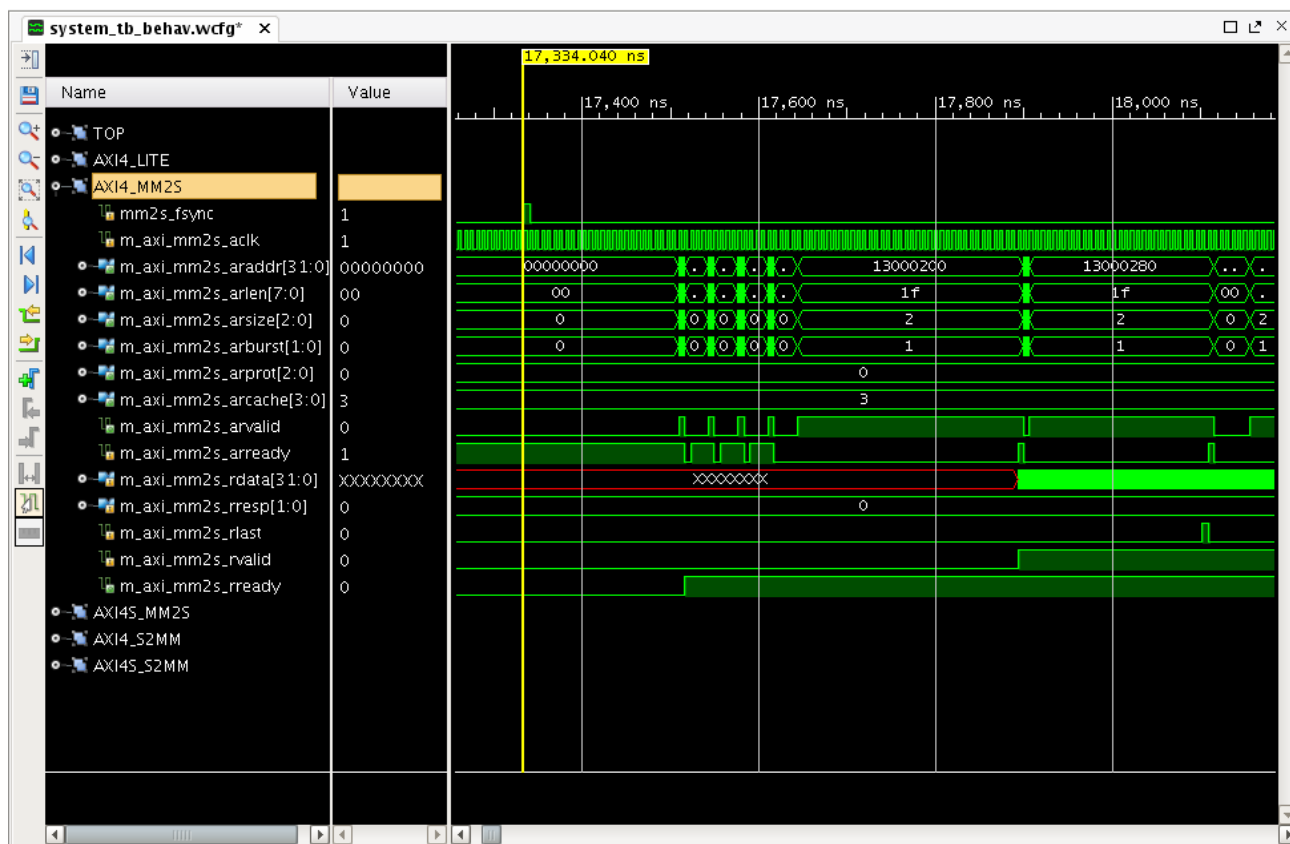

図 3 : AXI4_MM2S – fsync 後の最初の読み出し
- AXI4_MM2S グループを展開し、17.3 μ s ~ 18.2 μ s 間を拡大表示します。これは、fsync 後の最初の読み出し遷移を示します。AXI Interconnect コアで 4 つの読み出しトランザクション (アドレス位相) が受信されますが、データ位相の rvalid がアサートされるまで 5 つ目のトランザクションはスロットルされます。コアが 32 データ ビートを受信すると、rlast がアサートされます (AXI VDMA コアの最大バーストは 32 データ ビートに設定)。図 3 にこの様子を示します。